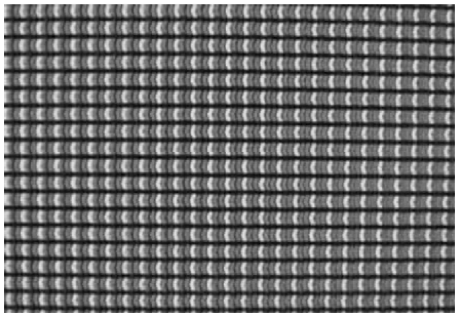

图 2-5 IPS 面板像素点特写
4) IPS (In-Plane Switching) 面板(图 2-5 所示为 IPS 面板像素点特写)是日立公司在 2001 年推出的一种面板,在技术上利用液晶分子平面转换的方式来改善视角,由于制造上面板并没有附加补偿膜,其最大的特点就是它的两极都在同一个面上,而不像其他面板的电极是在上下两面,立体排列。S-IPS 面板属于 IPS 的改良型。IPS 面板的优点在于响应速度快,色彩还原准确,价格相对便宜。缺点在于黑色纯度不够,要比 PVA 稍差,因此需要依靠光学膜的补偿来实现更好的黑色。由于 IPS 技术性能优异,许多厂家开始大量使用硬屏,为消费者提供有更高清晰度的液晶彩电。目前,硬屏液晶彩电已经成为彩电行业的主流产品。